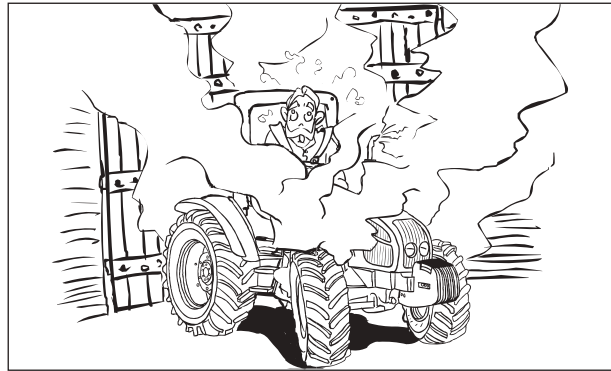

Fig. 10b
**ATENCIÓN:** Antes de arrancar el motor, controle que el lugar esté bien ventilado. No arranque nunca el motor en ambientes cerrados. Los gases de escape pueden provocar asfixia (Fig. 10b).